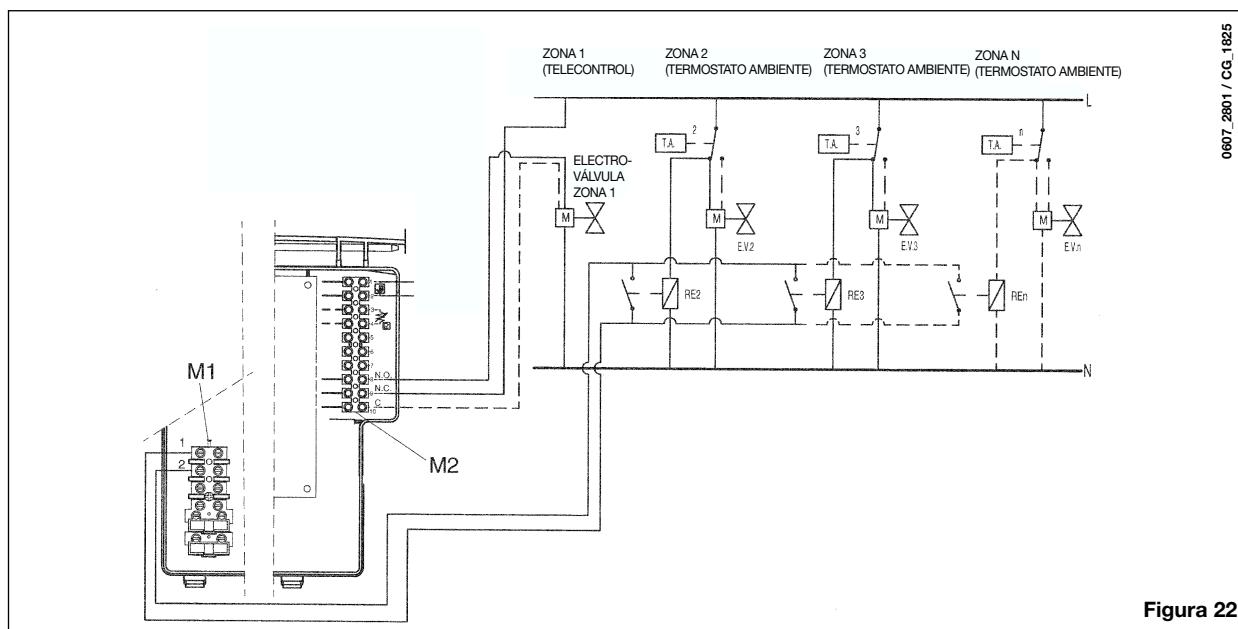

Figura 22
La zona controlada por el telecontrol está gestionada por la electroválvula de la zona 1, según se indica en la figura 22.
- Desenroscar la tuerca presente en el grupo sensor de flujo (figura 22).